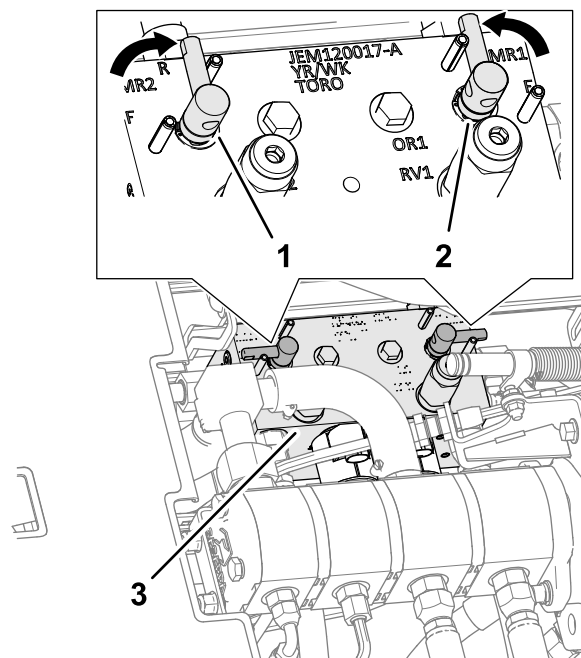

Figura 106
4. Desenganche y levante el asiento para tener acceso al distribuidor del cortacésped (Figura 106).
5. Mueva la palanca de autoafilado a la posición R (autoafilado) (Figura 106).